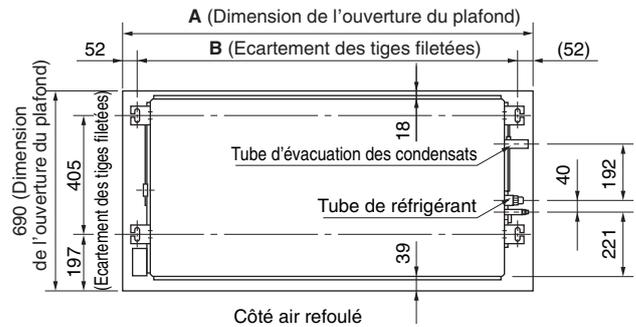

Fig. 3-2
(2) Conformez-vous aux schémas pour percer les trous dans le plafond. (Fig. 3-2 et 3-3)
(4) Découpez le plafond le cas échéant. (Fig. 3-2 et 3-3)